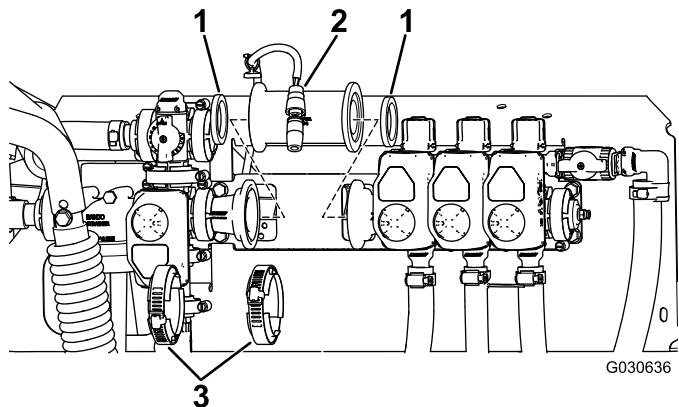

図 6
7. KZとブームバルブアセンブリの間にフローメータを直列に取り付けるフローメータについている矢印がブームバルブ3個の方に向かうように取り付けること図6。
- A. 既存のガスケットは、KZバルブにはまるようにフローメータ側に取り付ける図6。